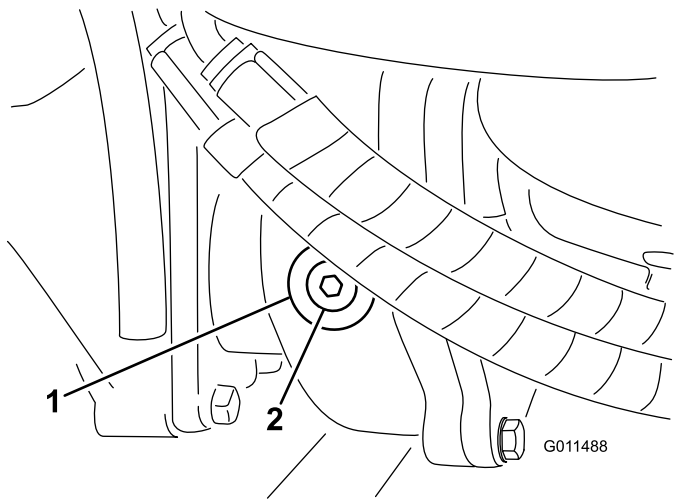

Figura 74
2. Togliete il tappo di controllo/riempimento dal lato sinistro del riduttore (Figura 74) e verificate che il lubrificante raggiunga la base del foro. Se il livello è basso, rabboccate con lubrificante fino a portarlo alla base del foro.